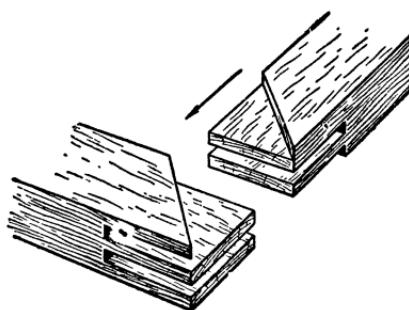

Рис. 32.
5) двойным сквозным шипом (рис. 32);